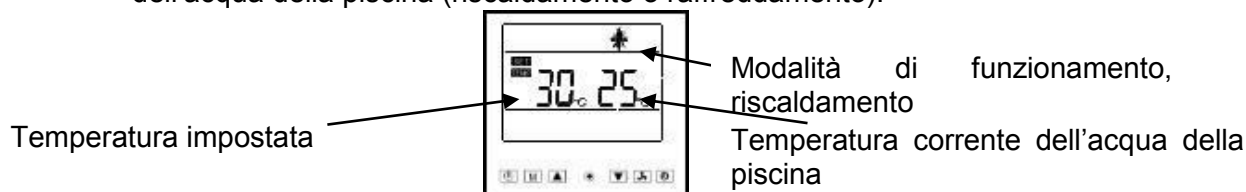
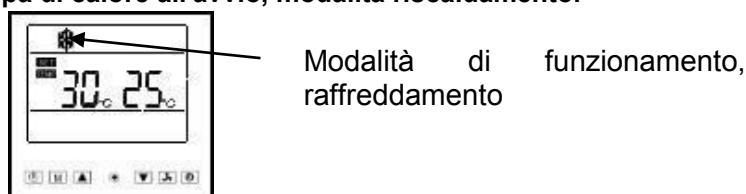

Figura 13: Display della pompa di calore all'avvio, modalità riscaldamento.
Figura 14: Display della pompa di calore all'avvio, modalità raffreddamento.
Per avviare la pompa di calore premere il pulsante , la pompa di calore si avvia entro 3 minuti. Il display visualizza immediatamente l'ultima modalità di funzionamento scelta (riscaldamento o raffreddamento¹⁹), vedi Figura 13. Figura 14 e Paragrafo 5.2.13.8, l'ultima temperatura impostata e la temperatura corrente dell'acqua della piscina (riscaldamento o raffreddamento).
- Riscaldamento, a display è visualizzato il simbolo , vedi Figura 13.
- Raffreddamento, a display è visualizzato il simbolo , vedi Figura 14.
È possibile visualizzare la temperatura rilevata da ogni sonda premendo il tasto  (nel caso del modello BP-xxWS-B (xx=35, 50) premere il tasto ) per 3 secondi quando la pompa è avviata, vedi Paragrafo 5.2.4. Per visualizzare le temperature rilevate dalle varie sonde premere  (nel caso del modello BP-xxWS-B (xx=35, 50) premere il tasto ). La temperatura rilevata dalla sonda viene visualizzata per 10 secondi, se non si preme nessun tasto, oppure si preme il tasto , il display ritorna a visualizza le usuali informazioni, vedi Figura 13 e Figura 14.